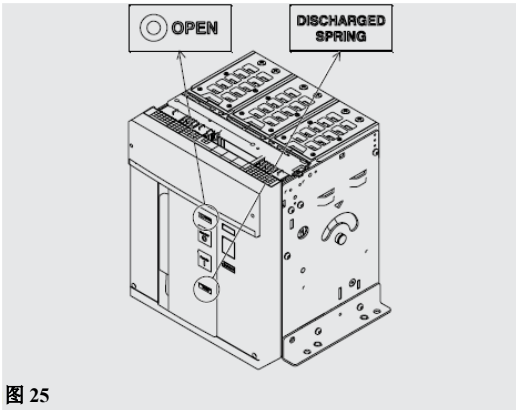

图 25
- 1. 确保断路器处于分闸状态（分闸/合闸指示器显示“O-OPEN”），并确保弹簧未储能（弹簧状态指示器显示“white - DISCHARGEDSPRING”），如图 25 所示。